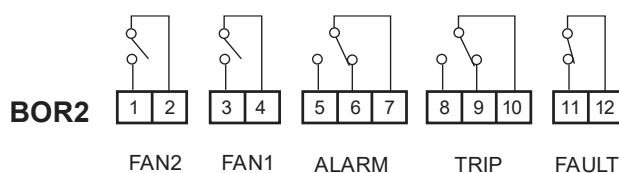

Figura 3 - Conexões Relés de Alarme e ventilação
- Faz a leitura das sondas S1, S2, S3 e Tamb. Caso alguma delas registre temperatura superior ao valor programado em ALARM em 1°C por 5s, o led ALARM acenderá. Caso a situação persista por mais de 15s, será ativado o relé ALARM, contato fechado entre os terminais 5 e 7 (Figura 3). Se pressionada a tecla  por mais de 5s, o relé ALARM abrirá os contatos 5 e 7 (útil caso o relé de alarme esteja ligado a uma sirene e deseja-se interromper o som), porém o led ALARM continuará aceso até que a temperatura de todas as sondas fique abaixo do valor programado de alarme. O relé ALARM apenas acionará novamente após sair da situação de alarme atual.
- Caso a temperatura continue aumentando e um ou mais sensores supere em 1°C por 5s o valor programado em TRIP, o led TRIP acenderá. Caso a situação persista por mais de 15s, será ativado o relé TRIP, contato fechado entre os terminais 8 e 10 (Figura 3). Quando se ativa o TRIP, ativa-se ALARM, pois é condição anterior a TRIP.
- Quando a temperatura diminuir em 1°C ao valor programado em TRIP, o led TRIP apagará e o relé voltará à condição anterior, contato aberto entre os terminais 8 e 10 (Figura 3).
- Quando a temperatura diminuir em 1°C ao valor programado em ALARM, o led ALARM apagará e o relé voltará à condição anterior, contato aberto entre os terminais 5 e 7 (Figura 3)
- Teste de presença ou falha dos sensores PT100: As falhas possíveis de detectar são de sensor aberto ou curto-circuito do PT100. Caso detecte a ausência ou falha de algum sensor, aparecerá no painel a mensagem **FLt** seguida do nome dos sensores que estão com problema (**51**, **52**, **53** ou **FAb**). O led FAULT, juntamente com os leds dos sensores com falha, piscará. O relé FAULT fechará, contato fechado entre os terminais 11 e 12 (Figura 3). Se o equipamento sair da condição de falha, o led FAULT apagará e o relé abrirá, contato aberto entre os terminais 11 e 12 (Figura 3).
- Caso algum sensor supere a temperatura do parâmetro Fon (Fan on) por um período superior a 15s, será ativado o relé FAN1 (Figura 3, contatos 3 e 4 fechados). O relé desliga quando a temperatura de todos os sensores for inferior ao valor programado no parâmetro Fof (Fan off). O mesmo se dá para os parâmetros de FAN2 e o relé FAN2 (Figura 3, contatos 1-2)
Na Figura 3 é apresentada a pinagem dos relés de saída do controlador. Conforme o esquema da Figura 6, o relé FAULT opera normalmente ligado, o que significa que o controlador apresentará falha também em caso de falta de alimentação em BOR3.